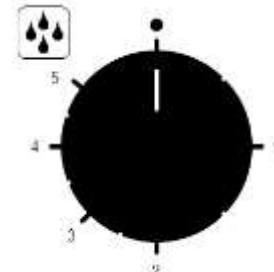

Abb. 5
**Programmierung der Dampfmenge** - Um Dampf während des Ofenbetriebs (heißer Garraum) zu erzeugen, den Drehknopf des automatischen Befeuchters (Abb. 5) auf den gewünschten Wert (von 1 bis 5) drehen. Wenn der Drehknopf auf Position • (aus) gedreht wird, wird der Befeuchter nicht mehr funktionieren.